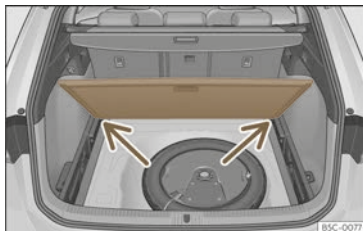

Abb. 197 Variabler Gepäckraumboden: geneigte Stellung.
- Legen Sie den Gepäckraumboden auf die dafür vorgesehenen Aufnahmen >>> (Abb. 197) (Pfeile).